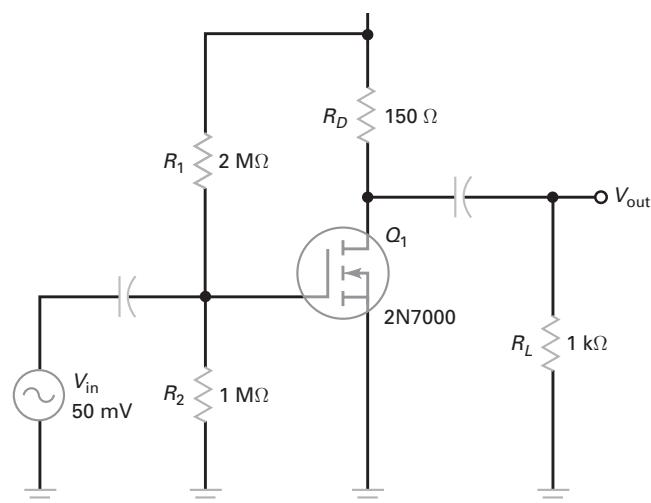

Figura 12-59
- 12-35** Calcule o valor da constante k e I_D na Figura 12-59 usando os valores mínimos de $I_{D(lig)}$, $V_{GS(lig)}$ e $V_{GS(th)}$ para o 2N7000.
- 12-36** Determine os valores de g_m , A_v e $V_{(out)}$ na Figura 12-59 usando as especificações nominais mínimas.
- 12-37** Na Figura 12-59, mude R_D para $50\ \Omega$. Calcule o valor da constante k e I_D usando os valores típicos de $R_{D(lig)}$, $V_{GS(lig)}$ e $V_{GS(th)}$ para o 2N7000.
- 12-38** Determine os valores de g_m , A_v e $V_{(out)}$ na Figura 12-59 usando as especificações típicas nominais, V_{DD} de +12 V e $R_D = 15\ \Omega$.